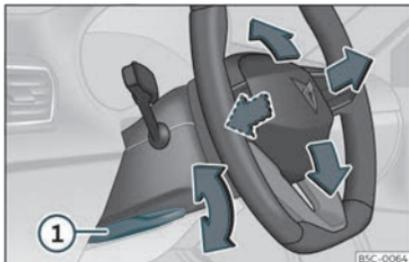

Fig. 4 Levier sur la partie inférieure latérale gauche de la colonne de direction.
- Tirez le levier » fig. 4 ① jusqu'en bas, déplacez le volant sur la position souhaitée, puis remontez le levier en position de verrouillage.
- Après avoir réglé la colonne de direction, poussez fermement le levier » fig. 4 ① vers le haut pour que le volant ne change pas de position accidentellement en cours de route.